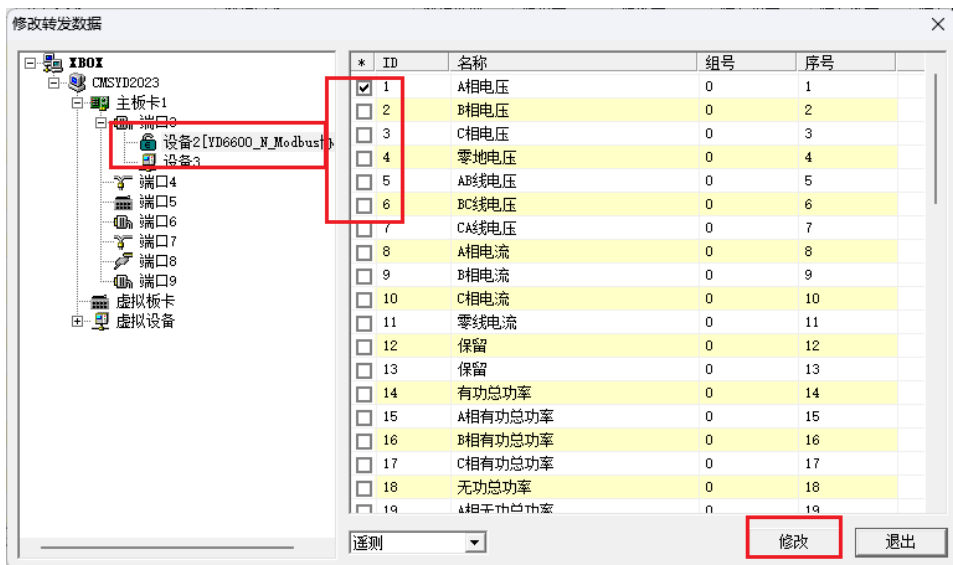

图 5-44 修改转发数据对话框
(1) 增加转发数据：点击“增加条目”，出现如图 5-44 所示的增加转发数据对话框。
(2) 修改转发数据：双击某条转发数据，出现如图 5-44 所示的修改转发数据对话框。